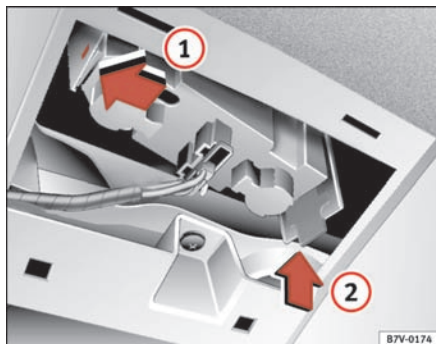

Fig. 167 Lys på bagklappen
- Sæt fatningen i den pågældende åbning ① ved den forreste låsetap, og skub opad bag på fatningen ②, indtil den elastiske låsetap går i hak ⇒ fig. 167.